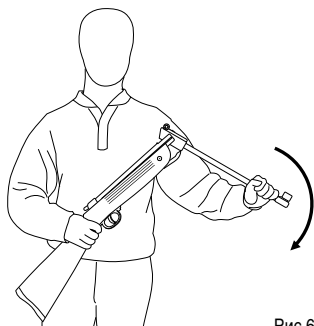
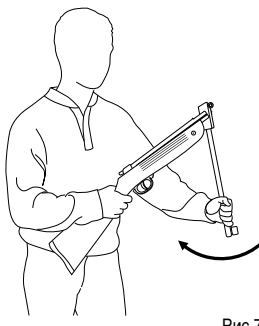

Рис.6
Рис.7
Держа рукоятку одной рукой, уприте приклад в бедро, переломите ствол другой рукой до упора (Рис.6 & Рис.7). Вы заметите, что предохранитель включится автоматически даже если он был выключен.
- При загрузке пульек, всегда вставляйте пули юбкой к себе(рис.6)